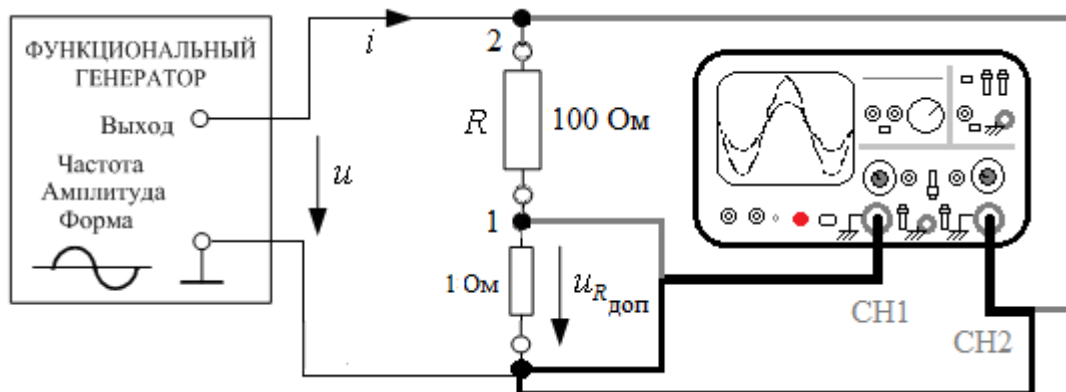

Рис. 1.1П
- Собрать цепь по рис. 1.1П. В качестве дополнительного резистора использовать $R_1=1$ Ом из блока **МОДУЛЬ ДОПОЛНИТЕЛЬНЫЙ**.
Схемы для снятия осциллограмм тока и напряжения двухполюсника представлены на рис. 1.1П-1.4П. Частота $f=100$ Гц.